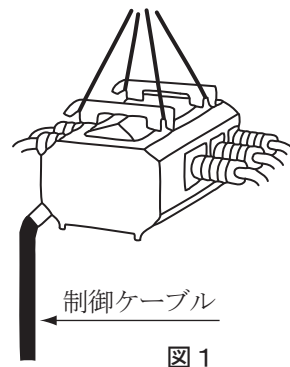

図1
- ①吊り上げは、制御ケーブルの結束紐を解いてから行ってください。（図1）
- ②吊り上げるときはケースやブッシングをいためないよう注意してください。
- ③もし、ケースに傷をつけられた場合は必ず修正塗装を施してください。